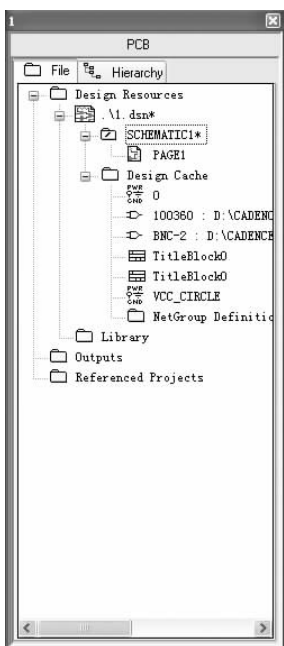
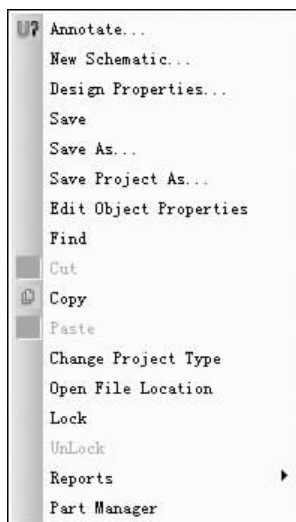

图 3-11 项目管理器
图 3-12 快捷菜单
- 2) 在如图 3-11 所示的项目管理器中选中工程名称，选择菜单栏中的“Design（设计）”→“New Schematic（新建原理图）”命令，或单击右键，弹出如图 3-12 所示的快捷菜单。